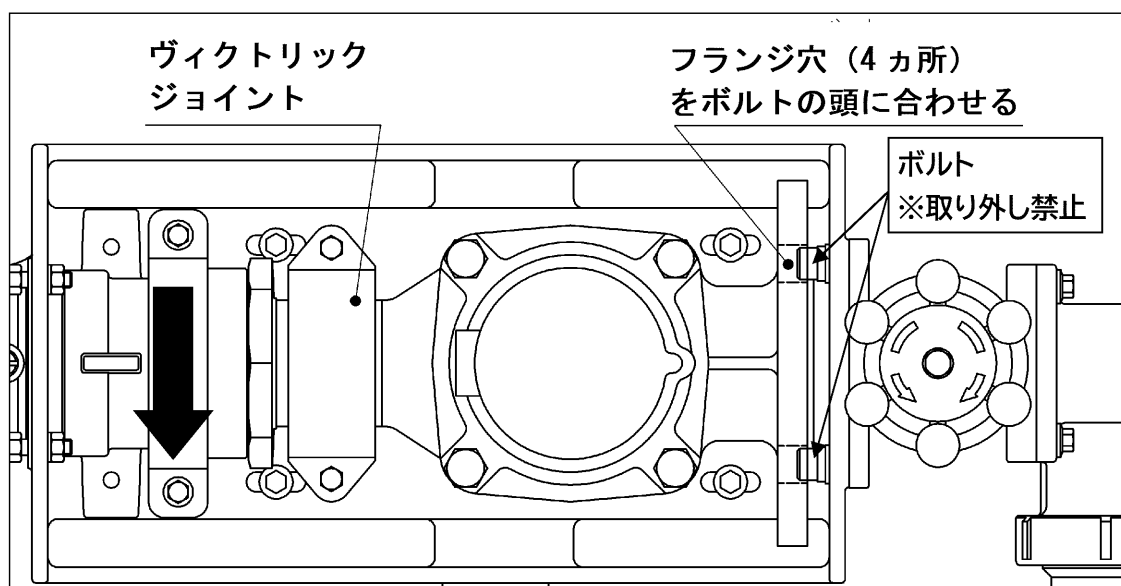
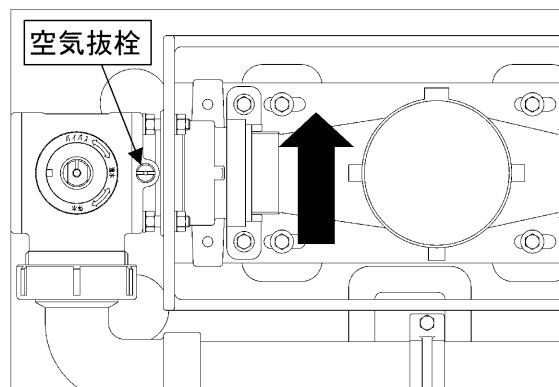

図 12
図 13
- ①ご使用前にＯリング脱落防止キャップを取り外して下さい。
- ②メータ接続部（メータの端面が当たる部分）にＯリングが組み付けられていることを確認して下さい。
- ③仕切弁のハンドルを「Ｓ」の方向に回し、弁を閉じて下さい。
- ④メータとストレーナ押さえとヴィクトリックジョイントで接続します。
- ⑤フランジ穴（４ヶ所）にボルトの頭が入る位置にメータを取り付け、ホルダハンドルを図 12 の矢印方向に回して取付けます。
- ⑥ホルダハンドルは緩まないようにしっかりと締めます。
- ①バイパス切換用ハンドルを使い、流路切換弁をバイパス側に切り換えます。バイパス通水時はハンドルを取り外すことはできません。
- ②仕切弁のハンドルを「S」の方向に回し、弁を閉じて下さい。
- ③空気抜栓を緩め、内部の圧力を抜いて下さい。
- ④ホルダハンドルを固定している結束バンドを切して下さい。
- ⑤ホルダハンドルを矢印方向に回し、メータを取り外して下さい（図 13）。
- ⑥メータ接続部のOリングを新しいものと交換します。
- ⑦25～40 のメータは、メータホルダにメータをのせます。50 のメータは、ストレーナ押えとヴィクトリックジョイントで接続します。その後、ホルダハンドルを図 12 の矢印方向に回して取付けます。また、ホルダハンドルは緩まないようにしっかりと締め付けて下さい。
- ⑧仕切弁を「O」の方向に止るまで回して全開にします。
- ⑨空気抜栓を緩めて、内部の空気を排出します。
- ⑩空気排出後、空気抜栓を水が止るまで手で締め付けて下さい。
- ⑪流路切換弁を通水の位置に戻し、バイパス切換用ハンドルを外して下さい。メータ接続部から漏水がなければ結束バンドでプレートとホルダハンドルを固定します。漏水した場合は、①の操作からやり直して下さい。
- ⑫流路切換弁にキャップを付けて、メータの引き換え作業は終了です。